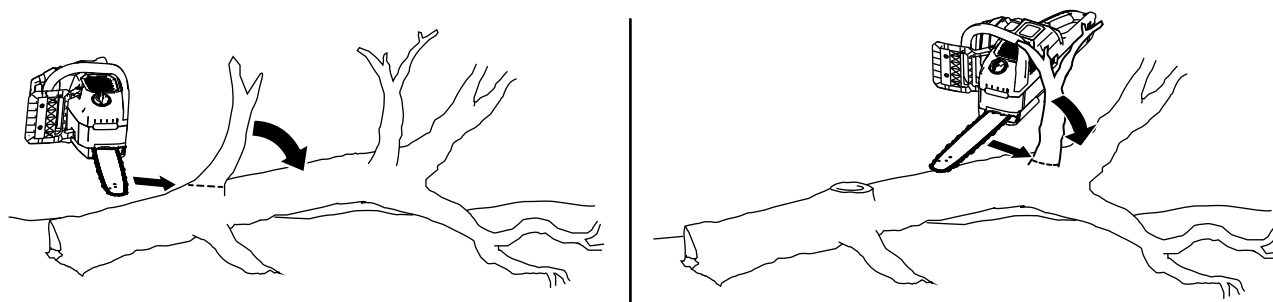

Figura 17
2. Comece a partir da base para cima, corte os ramos mais pequenos da árvore que não estejam a suportar o seu peso no chão (Figura 17).